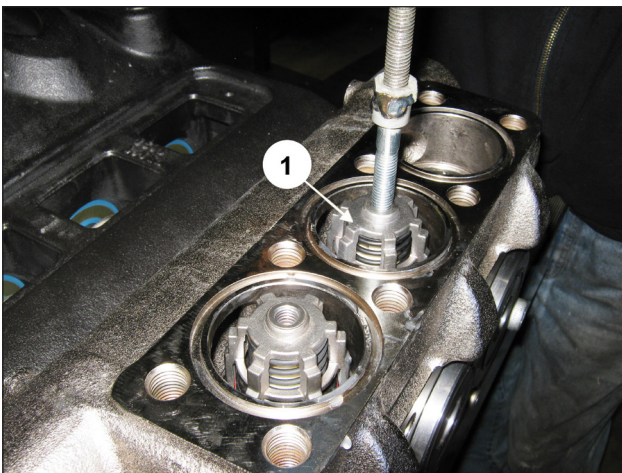

Abb. 145
Die komplette Ventilgruppe muss bündig eingesetzt sein und so erscheinen wie in Pos. ①, Abb. 145.